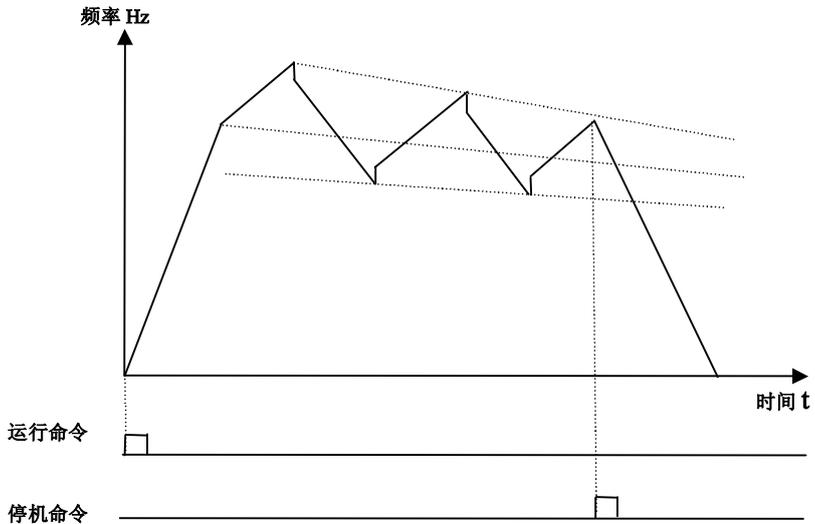

图 5-7 摆频 2 工作模式
- F235=2, 摆频模式 2, 中心频率递减模式, 工作过程如图 5-7 所示。